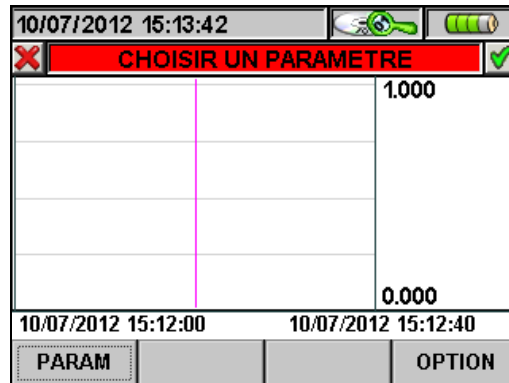

Fig. 139 : Choisir un paramètre
- La touche **ESC** (ou l'icône ) pour sortir de la fonction et revenir à la page « Choisir un Paramètre » (Fig. 139).